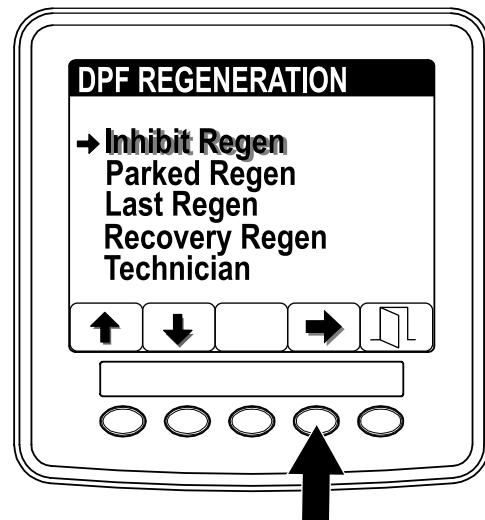

Bild 43
1. Öffnen Sie das Menü „DPF Regeneration“ und drücken Sie die Tasten 1 oder 2, um auf die Option INHIBIT REGEN zu navigieren (Bild 43).
2. Drücken Sie Taste 4, um den Eintrag „Inhibit Regen“ auszuwählen (Bild 43).